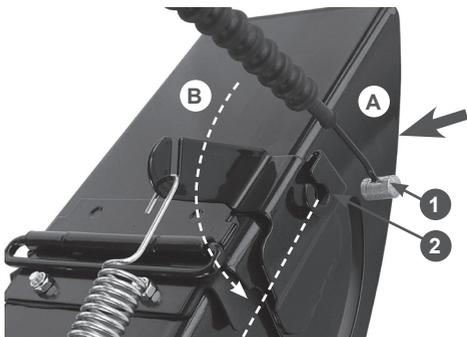

Рис. 21 Установка наконечника троса управления дефлектором жёлоба
- вставьте наконечник 1 троса в кронштейн 2 до упора, одновременно продевая трос через прорезь в кронштейне (действие А), после чего проворачивите трос в кронштейне на 90 градусов (действие В), как показано на Рис. 21;